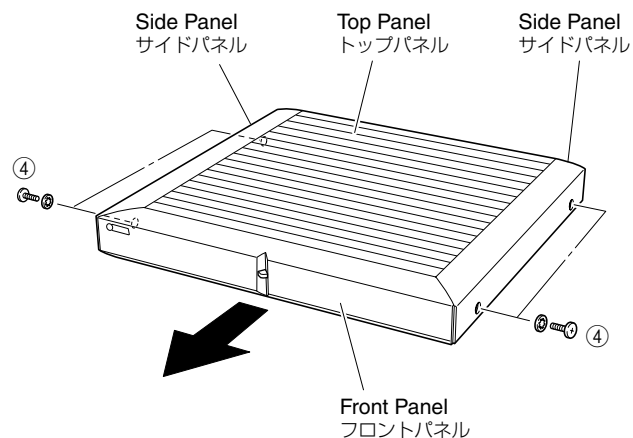

Fig. 2
- Set the main unit with its top facing up and remove 4 screws (④). (Fig. 2)
- Remove the Front Panel, Side Panel and Top Panel together by sliding them toward the front. (Fig. 2)
- 本機を上向きにして、④のネジ4本を外します。(Fig. 2)
- フロントパネル、サイドパネル、トップパネル一体をフロント方向にスライドさせて取り外します。(Fig. 2)